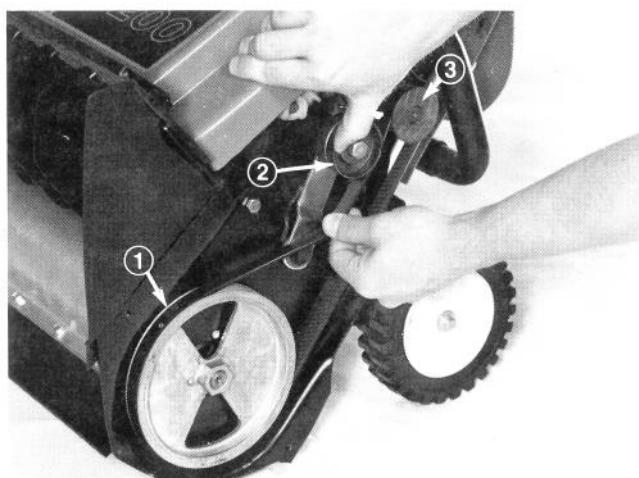

Abb. 14
3. Die Spannrolle hochdrücken und den Riemen herausziehen (Abb. 14). Dann die gefederte Spannrolle vorsichtig zurückgleiten, aber nicht zurück schnappen lassen.
4. Den Antriebsriemen von der Rotor- und Motorriemenscheibe abnehmen (Abb. 14).